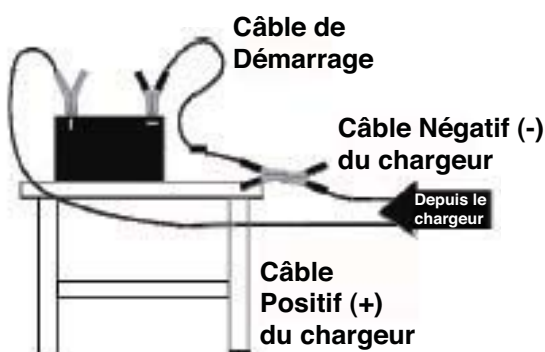

Figure B.5. Raccordement hors du Véhicule
2. Vérifier la polarité des terminales de la batterie (voir la Figure B.5). La terminale POSITIVE doit porter la marque : POSITIF, POS, +, ou P. La terminale NÉGATIVE doit porter la marque : NÉGATIF, NEG, -, ou N.